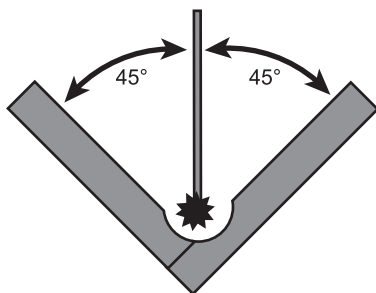

Рис. 17. Сварка «в лодочку»
**Совет второй.** Сварку таврового соединения (и углового в такой же степени) можно значительно упростить, расположив его для сварки «в лодочку» (Рис. 17). Это позволяет проводить сварку преимущественно в нижнем положении, увеличивая скорость сварки и уменьшая вероятность появления подрезов, которые являются очень частым дефектом таврового сварного соединения, наряду с «непроваром». В некоторых случаях одного прохода будет недостаточно, поэтому для заполняющих швов требуется осуществлять колебания горелки.